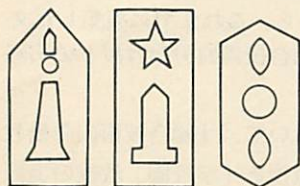
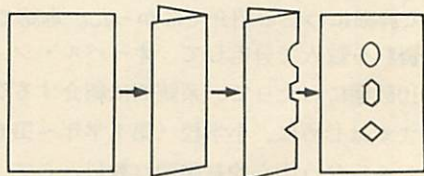

図3 しおり
図4 児童に作業順序をしめす工程図
- (2) 切断・折りまげの知識と技能を定着させ発達させる（2時間）→作業例は、しおり・下敷など（図3、図4）